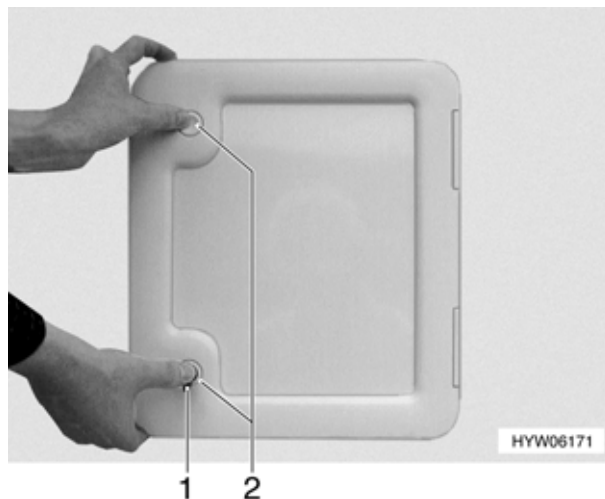

Fig. 152 Apertura dello sportello della cassetta Thetford
Lo sportello della cassetta Thetford (Fig. 152) si trova all'esterno dell'autocaravan:
- Aprire la serratura girevole (Fig. 152,1) con la chiave.
- Premere contemporaneamente entrambe le serrature a pressione (Fig. 152,2) e aprire lo sportello della cassetta Thetford.